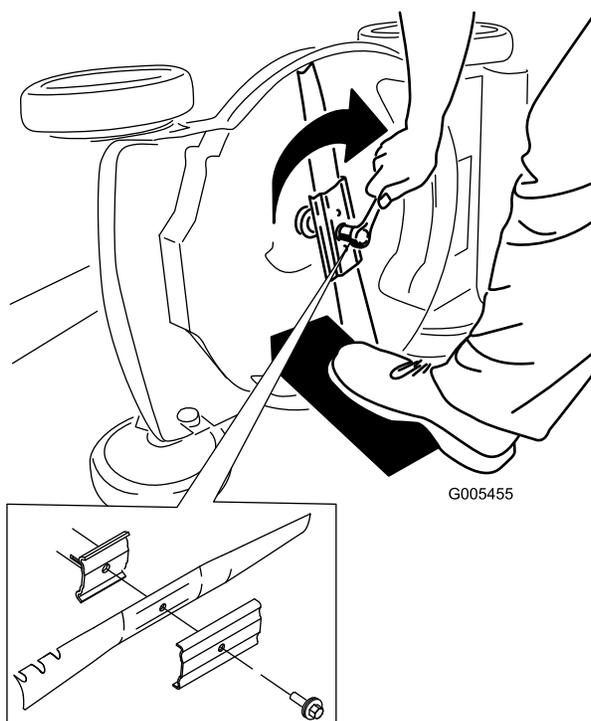

Рисунок 44
4. Снимите нож, сохранив все крепежные детали (Рисунок 44).
5. Установите новый нож, закрепив все крепежные детали (Рисунок 44).